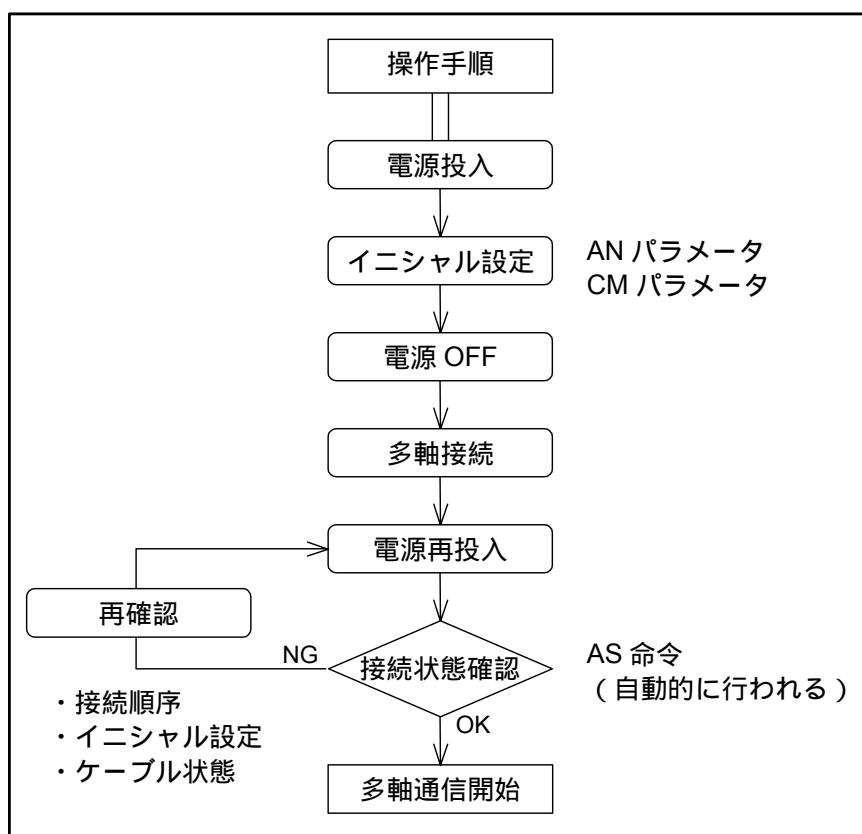

図 7-54 : 多軸通信設定手順
- 図 7-54 のフローに従って、多軸通信の設定を行ってください。